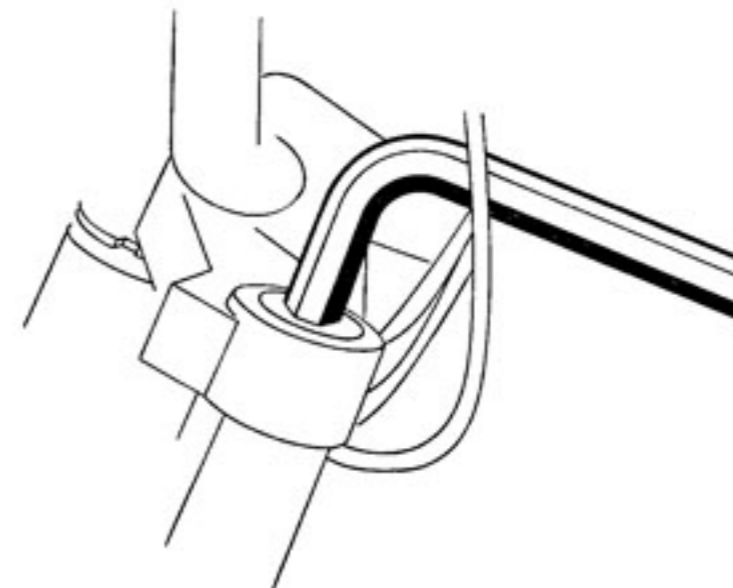

Fig. 1
- Cette opération n'est nécessaire que pour la révision des organes mécaniques internes de l'élément, à l'exception des ressorts de fourche télescopique qui peuvent être facilement déposés et remplacés par le haut du tube plongeur après avoir dévissé le bouchon (clé de 6 pans creux de 12 mm) (fig. 1).